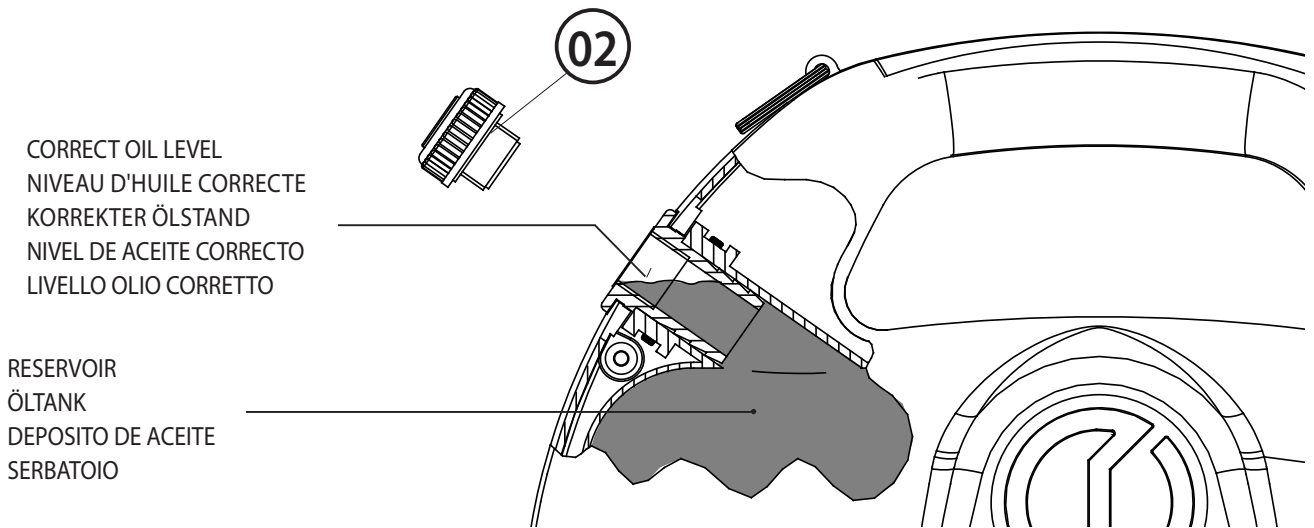

FIG. 7
5.1) Rabbocco dell'olio (Rif. a Fig. 7)
- Svitare e togliere il tappo (02).
- A operazione conclusa, avvitare a fondo il tappo (02).